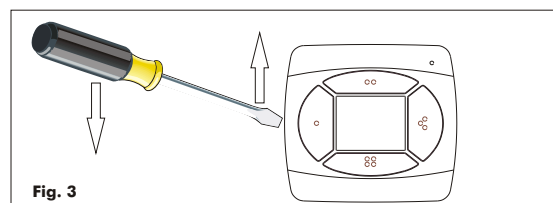

Fig. 3
- 2) Rimuovere le batterie facendo leva con la punta del cacciavite sulla nicchia a semicerchio presente sul perimetro dell'incavo porta batteria (Fig. 3).